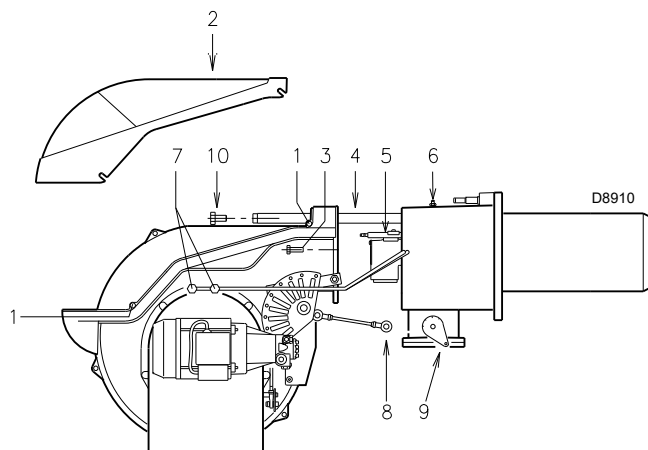

Рис. 45
- Ослабьте винты 1)(Рис. 45) и снимите кожух 2)(Рис. 45)
- Отсоедините дизельные шланги 7)(Рис. 45).
- Отцепите шарнирное соединение 8)(Рис. 45) от градуированного сектора 9)(Рис. 45).
- Снимите винты 10)(Рис. 45) с обеих направляющих 4)(Рис. 45).
- Установите оба удлинителя на направляющие 4)(Рис. 45).
- Установите винты 10)(Рис. 45) на удлинители.
- Снимите винты 3)(Рис. 45) и отведите назад горелку по направляющим 4)(Рис. 45) примерно на 100 мм.
- Теперь можно извлечь внутреннюю часть 5)(Рис. 45) после снятия винта 6)(Рис. 45).
- Установите винты 3)(Рис. 45) и осторожно потяните наружу кабели датчика и электрода, чтобы они слегка натянулись.
- Снова установите шарнир 8)(Рис. 45) на градуированный сектор 9)(Рис. 45).
- Подсоедините дизельные шланги 7)(Рис. 45).
Снимите два удлинителя с направляющих 4)(Рис. 45) и верните их в исходное положение.